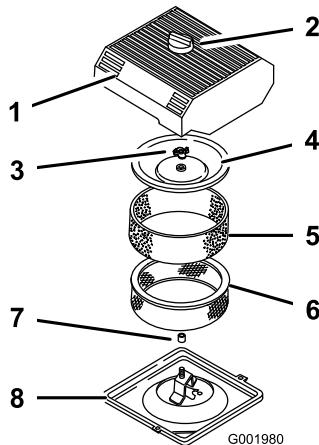

Figura 43
3. Pulite intorno al filtro dell'aria per evitare che la morschia possa penetrare nel motore provocando gravi danni (Figura 43).
4. Svitate la manopola sul coperchio del filtro dell'aria e togliete il coperchio (Figura 43).
5. Togliete con cautela l'elemento in schiuma sintetica dall'elemento di carta (Figura 43).
6. Svitate il dado del coperchio e togliete sia il coperchio che l'elemento di carta (Figura 43).
1. Infilate con cautela l'elemento in schiuma sintetica sopra l'elemento di carta del filtro dell'aria (Figura 43).
3. Avvitate a fondo, manualmente, il dado contro il coperchio (Figura 43).
- Montate il coperchio del filtro dell'aria e la manopola (Figura 43).